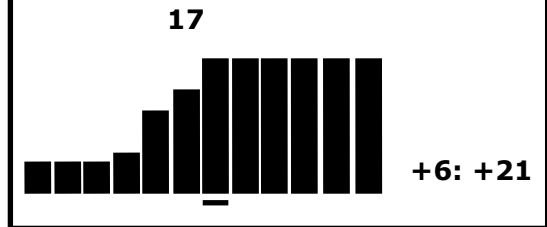

Рис. 21
- «ЭКВАЛАЙЗЕР» позволяет настраивать различную громкость звучания для сигналов с разными числами **VDI**. Диапазон чисел **VDI** разбит на 12 секторов. Для каждого сектора возможно изменение громкости от 0 до 17. При установке значения 0 звук будет отсутствовать, 17 - громкость звучания для данного сектора будет максимальной. Для входа в режим настройки эквалайзера нажмите кнопку [+]. На экране появится меню настройки эквалайзера (Рис. 21):